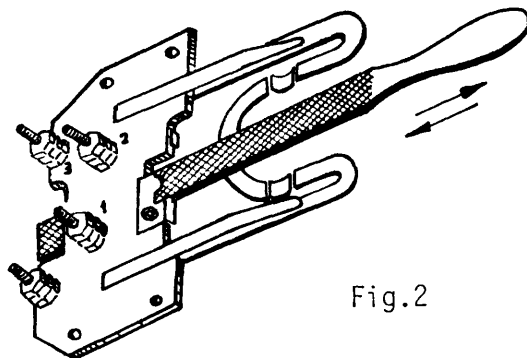

Fig.2
1) Use lima plana de pequeño grosor (Lima-Platino) (fig. 2), hasta que los platinos queden totalmente limpios y brillantes.